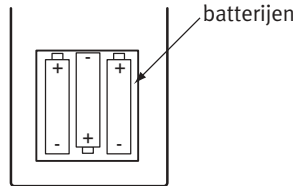

fig. 6
2. Plaats drie AAA batterijen in de afstandsbediening (zie fig. 6).